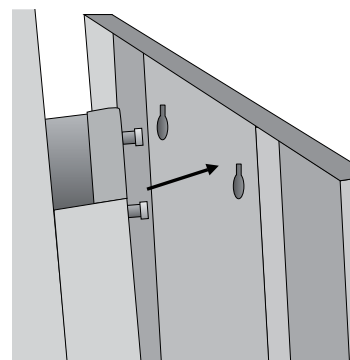

Figure 7
6. Alignez les deux boulons supérieurs avec les trous des boulons à encoches en haut du chariot et accrochez-le en place. (Voir Figure 7)